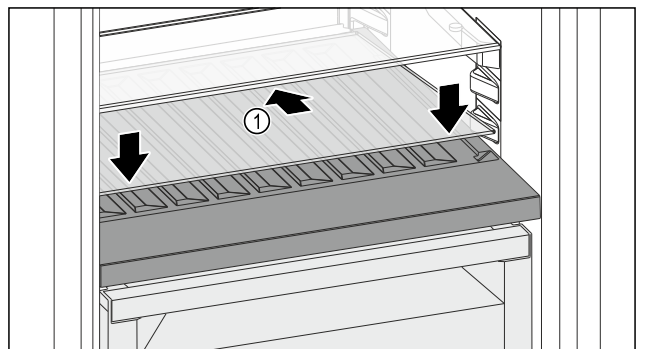

Fig. 139
- ▶ 向后下方倾斜放置玻璃隔板 Fig. 139 (1)。
- ▶ 放低玻璃隔板 Fig. 139 (1) 前部。